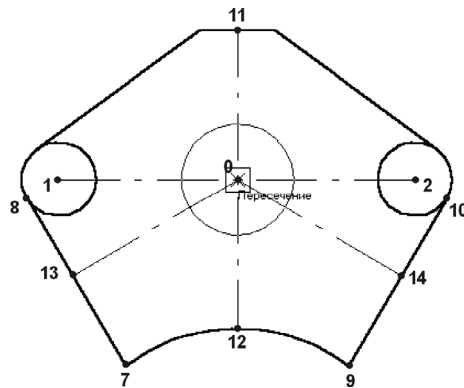

Рис. 9.26. Использование привязки **Пересечение**
8. Установите курсор приблизительно в точку 0 — точку пересечения отрезков 1–2 и 11–12 (рис. 9.26).